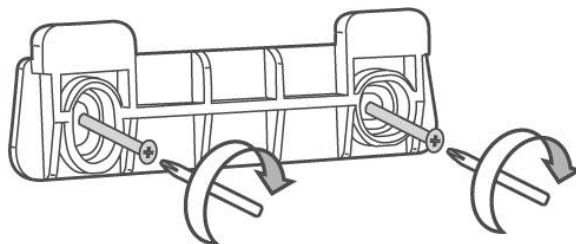

Рисунок 1: закрепить кронштейн на ровной поверхности.
4. Расположите пластину – кронштейн на ровной поверхности и закрепите с помощью метизов из комплекта. (рис. 1)